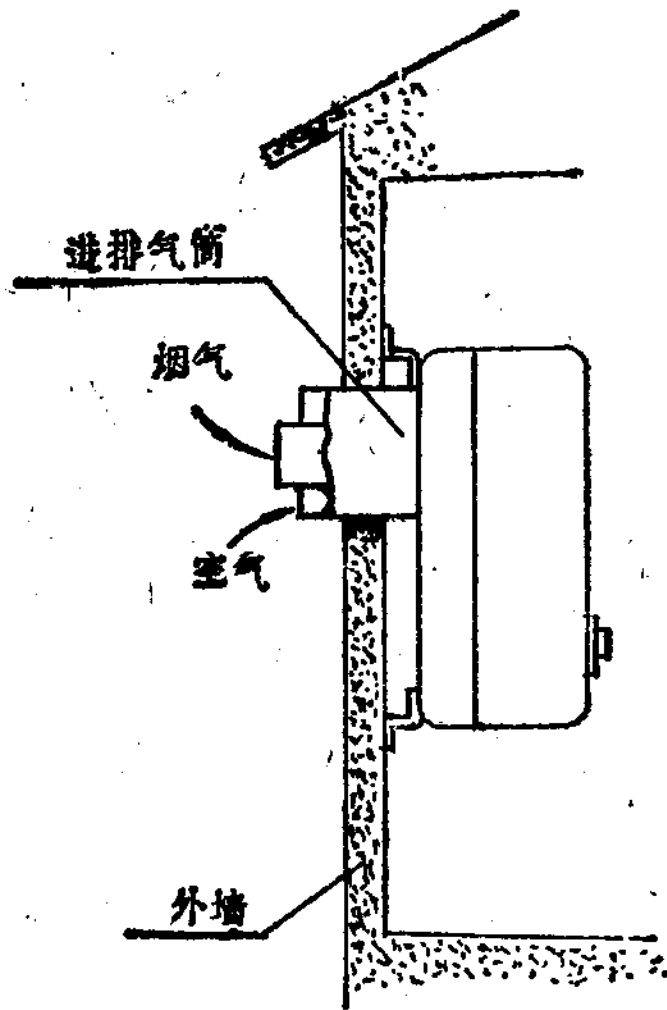

图3 平衡式热水器
(3) 平衡式热水器，运行时，燃烧所需空气取自室外，燃烧后的废气通过烟道也排至室外，整个燃烧系统与室内隔开，室外的进气口与排气口在同一位置上。(见图3)